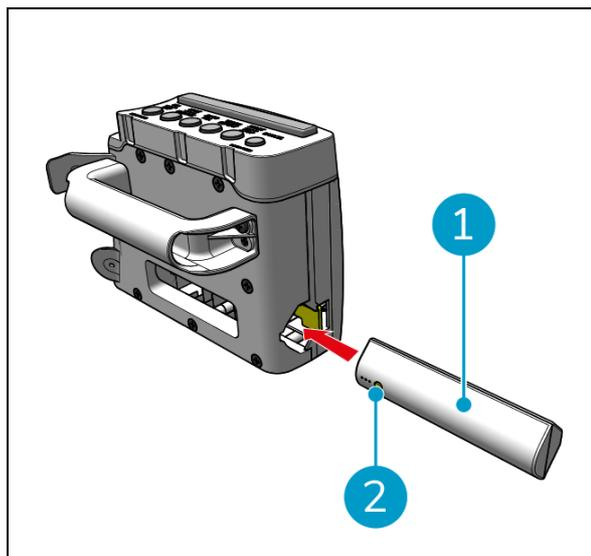

Figura 12
4. Premere il pulsante di accensione (Figura 12, pos. 2) sulla batteria del controller dell'impugnatura (Figura 12, pos. 1) per accenderlo.